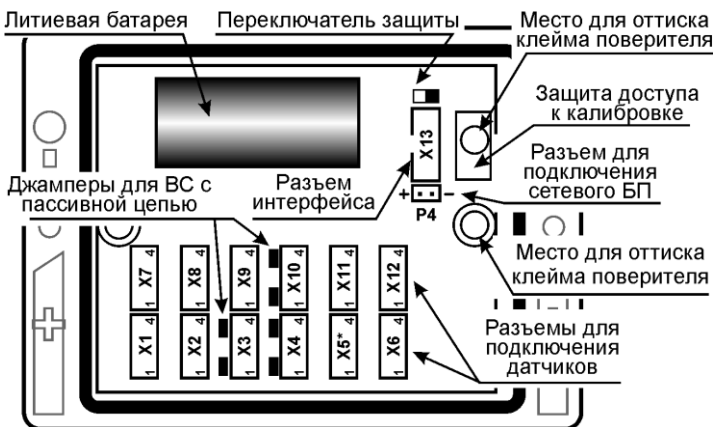
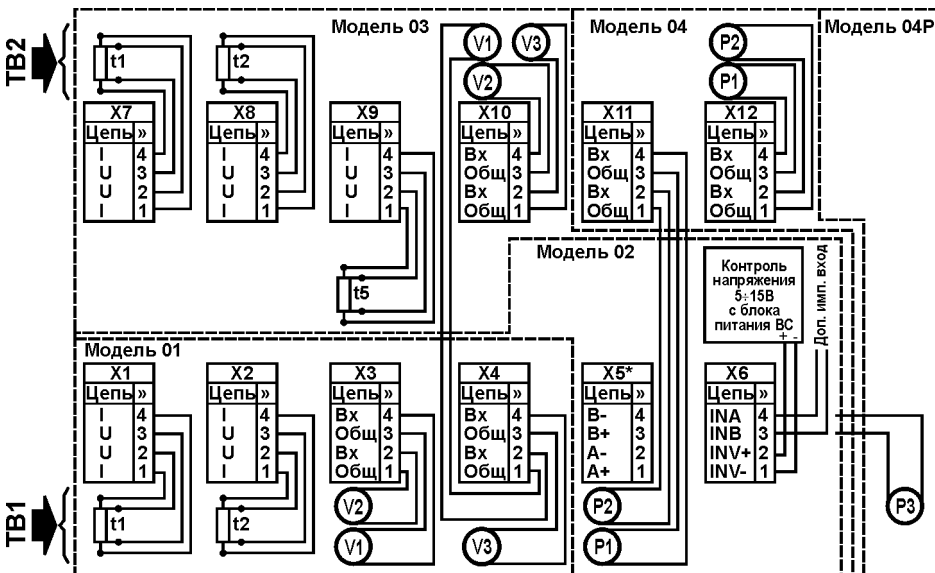

Рис. 5.3 – Вид снизу на снятую крышку ВКТ-7
Рис. 5.4 – Схема подключения датчиков к разъемам ВКТ-7
Контроль наличия сетевого питания в вычислителях организован путем подачи напряжения 5...15 В на контакты 1 и 2 разъема X6 (рис. 5.4). Вход контроля имеет гальваническую развязку. Максимальное значение тока потребления не превышает 15 мА.
- от блока питания одного из расходомеров (см. схему подключения рис. 5.4);
При установке сетевого блока питания исполнения 02 в качестве сигнала контроля сетевого питания используется непосредственно напряжение питания 3,6 В, подаваемое на разъем Р4 (см. рис. 5.3). Напряжение на разъеме X6 в данном случае игнорируется.
В случае пассивного типа выхода следует установить перемычку (джампер), показанную на рис. 5.3 слева от соответствующего разъема X3, X4 и X10, а при активном – снять ее.
Разъемы для подключения внешних цепей находятся на модуле в верхней части ВКТ-7. Размещение разъемов приведено на рис. 5.3, а схема подключения датчиков – на рис. 5.4. При поставке ВКТ-7 ответные части разъемов и джамперы установлены.